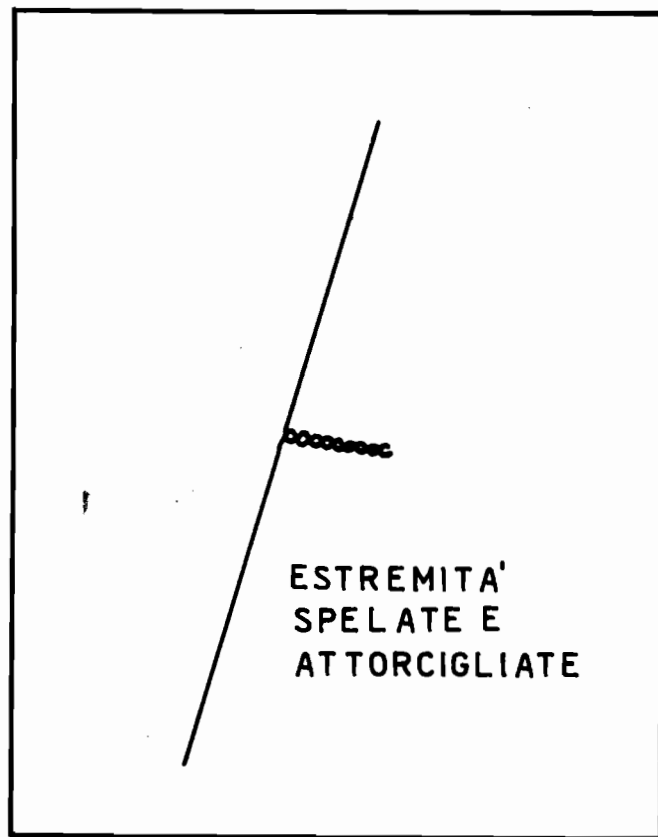

Fig. 9
- con la carta-vetro pulisca per 1 cm le due estremità del filo rotto, e le giunti come è indicato nella fig. 9.